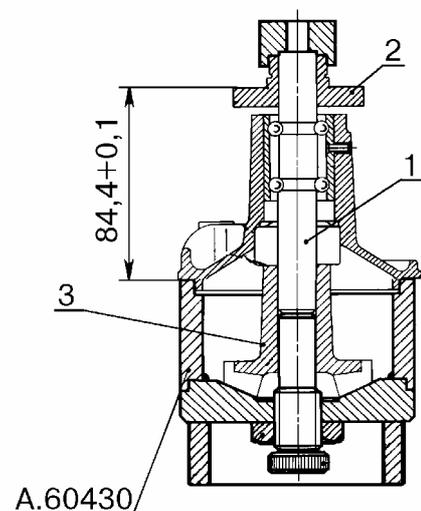

Рис.12. Напрессовка ступицы на валик
- напрессовать на валик 1, рис.12, ступицу 2 шкива вентилятора, размер $84,4 \pm 0,1$ мм обеспечивается технологически приспособлением (приспособление А.60430, пресс типа 2135 ГАРО, штангенциркуль).